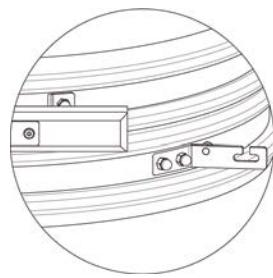

Figure 8
**ÉTAPE 9B** Fixez les tablettes latérales en plaçant les goupilles avant dans les fentes des équerres des tablettes qui sont installées sur le gril (Voir figure 8) (Pour les chariots et les tablettes latérales achetés en option - si vous ne les avez pas achetés, vous avez terminé l'assemblage).